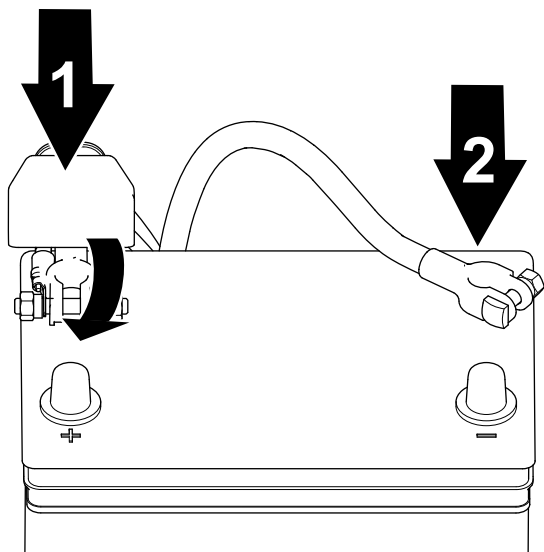

Figura 88
1. Collegate il cavo positivo alla batteria, quindi serrate il dado di fissaggio della batteria (Figura 88).
2. Collegate il cavo negativo alla batteria, quindi serrate il dado di fissaggio della batteria (Figura 88).